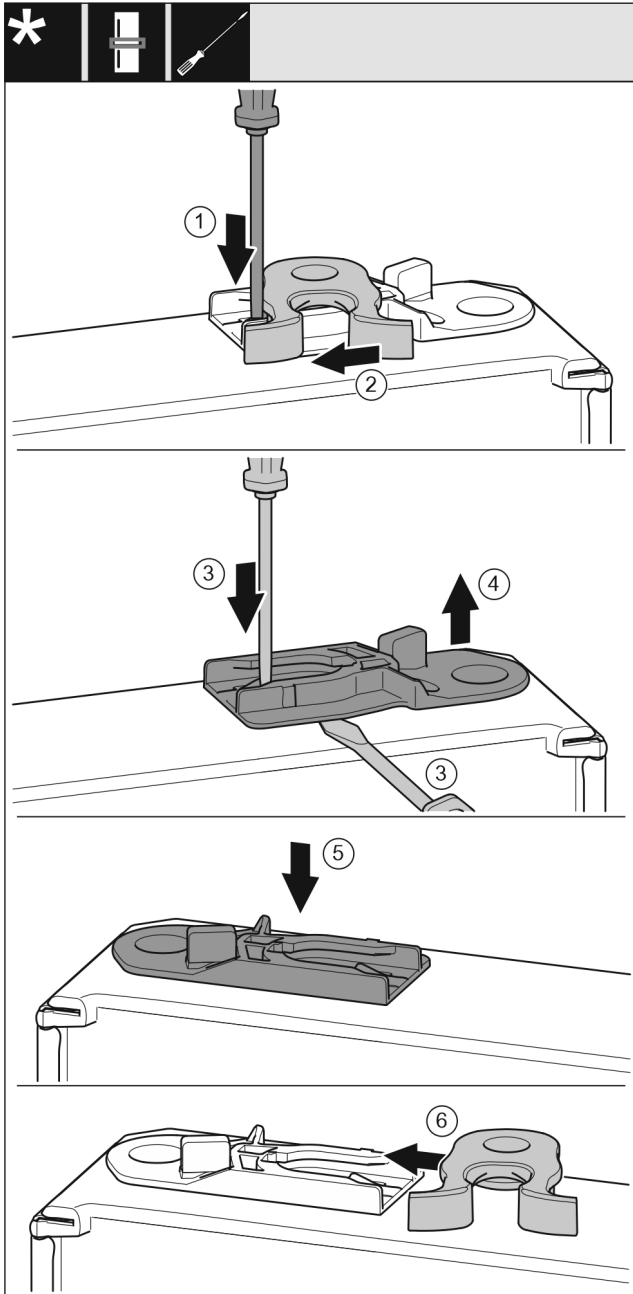

Fig. 28
- ▶ За допомогою шліцевої викрутки притисніть униз накладку. Fig. 28 (1)
- ▶ Витягніть із напрямної запірний гачок. Fig. 28 (2)
- ▶ Витягніть направляюче гніздо: Натисніть шліцевою викруткою накладку і одночасно підведіть її під направляюче гніздо. Fig. 28 (3, 4)
- ▶ Направляюче гніздо, що входить до складу поставки, вставити з іншого боку корпусу. Fig. 28 (5)
- ▶ Вставте в направляючу запірний гачок. Fig. 28 (6)